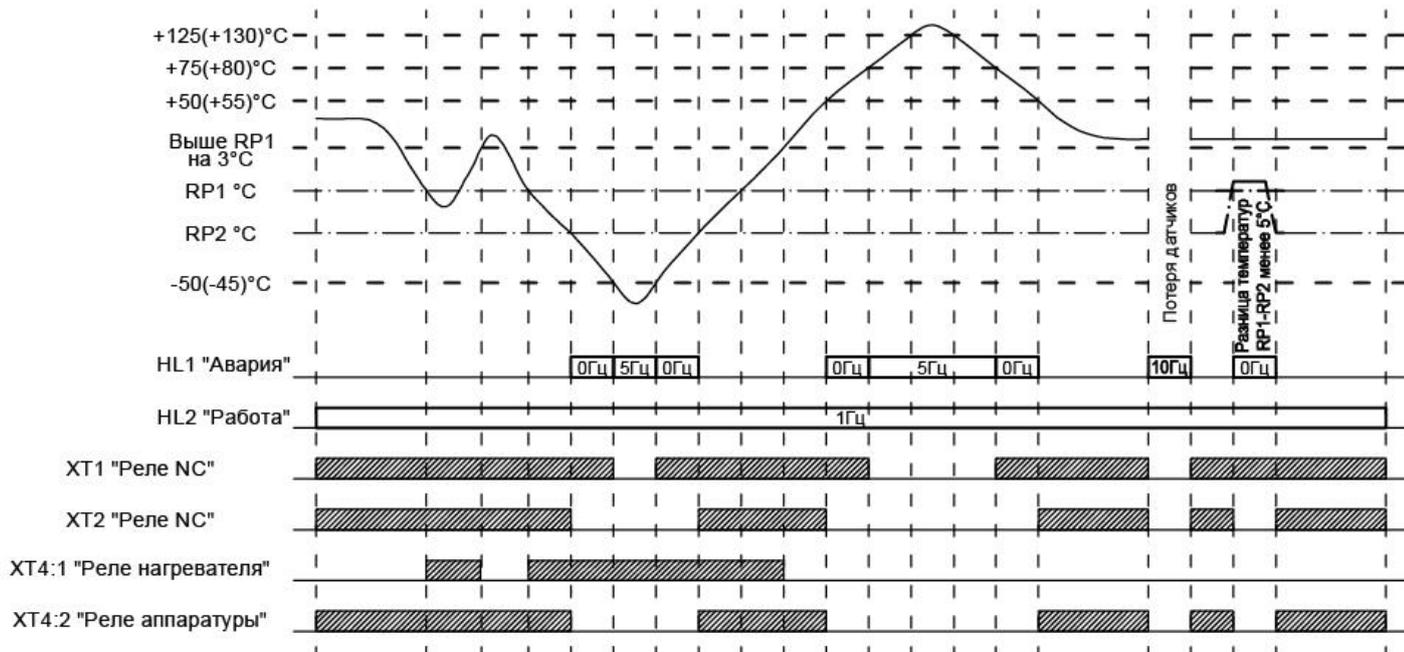

Рисунок 4. Диаграмма работы изделия.
- 4.3.1 Диаграмма работы устройства представлена на Рис. 4.